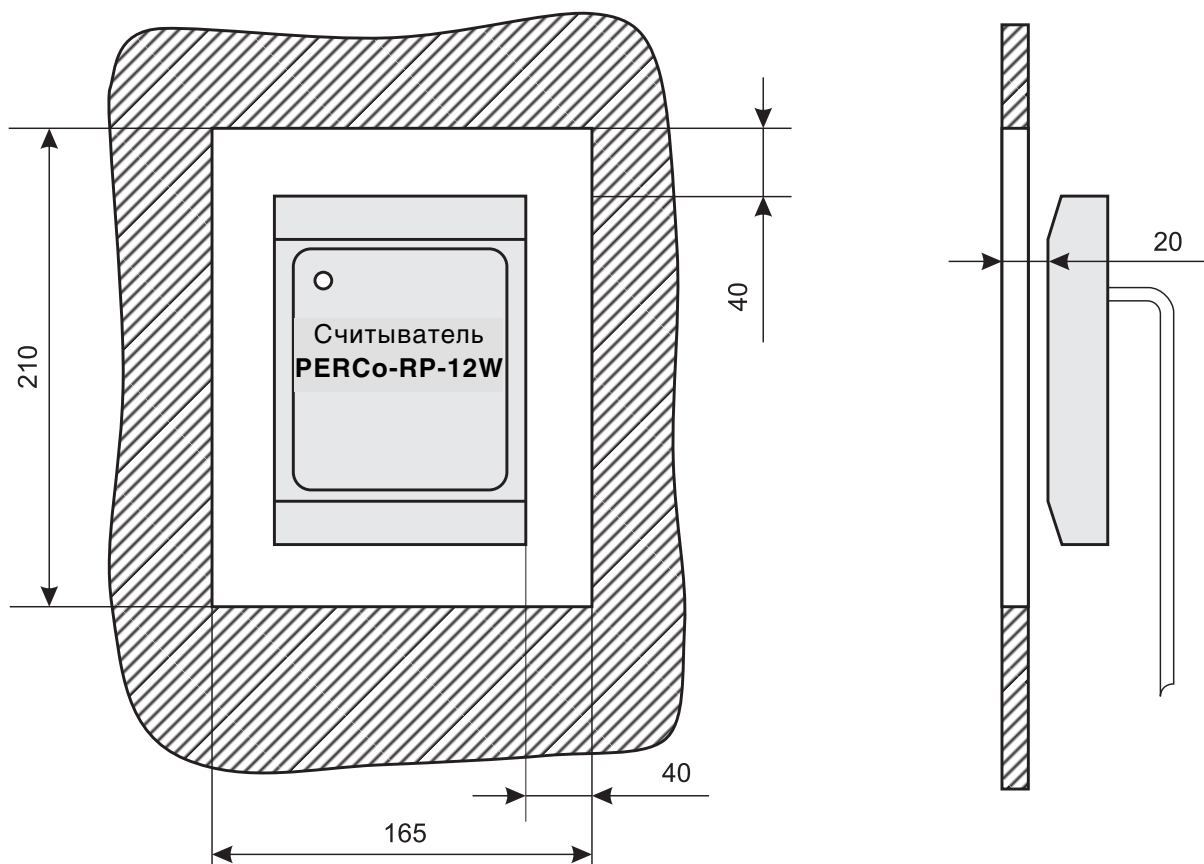

Рис. 3 Установка считывателя за металлической поверхностью
- при установке считывателя за металлической поверхностью, в ней необходимо вырезать окно, напротив которого и устанавливается считыватель (см. рис. 3), при этом размеры окна должны быть не менее 210x165 мм, само окно может быть закрыто неметаллической вставкой (например из пластмассы), а считыватель может быть утоплен вглубь окна на расстояние не более 2 см от внешней стороны металлической поверхности — дальность считывания кода при таком способе монтажа считывателя уменьшается на 30-50%;